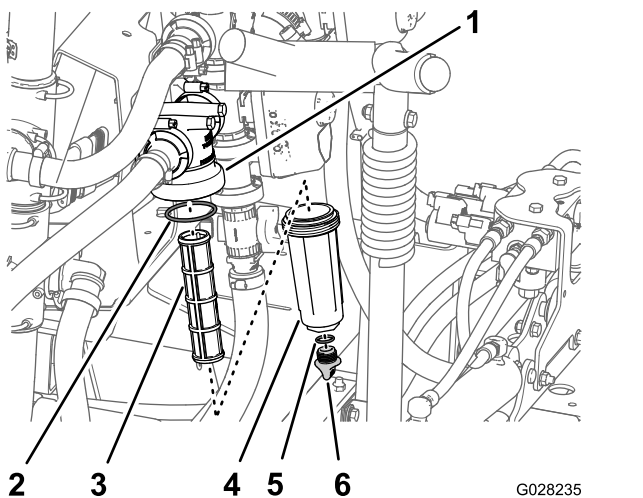

Figura 82
2. Alinhe um recipiente de escoamento debaixo do filtro de pressão (Figura 82).
3. Rode o tampão de drenagem no sentido contrário ao dos ponteiros do relógio e retire-o do recipiente do filtro de pressão (Figura 82).
4. Rode o recipiente no sentido contrário ao dos ponteiros do relógio e retire a cabeça do filtro (Figura 82).
5. Retire o elemento do filtro de pressão antigo (Figura 82).
6. Verifique o anel de retenção do tampão de drenagem (localizado no interior do recipiente) e o anel de retenção do recipiente (localizado no interior da cabeça do filtro) e veja se há danos e desgaste (Figura 82).
7. Instale o novo elemento do filtro de pressão na cabeça do filtro (Figura 82).
8. Instale o recipiente na cabeça do filtro apertando à mão (Figura 82).
9. Instale o tampão no recipiente apertando à mão (Figura 82).